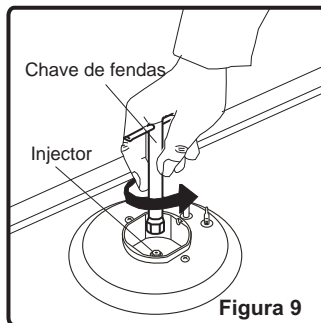

Figura 9
- Desaparafusar os injectores. Para isso, usar uma chave de fendas de 7mm (Figura 9).